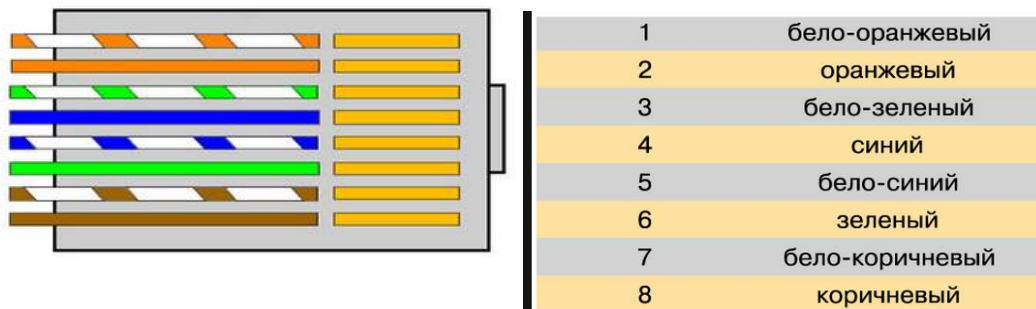

Рисунок 5. Подключение проводов кабеля к разъему (вилке **8P8C(RJ-45)**).
2.3.1 В том случае, если вилка **8P8C(RJ-45)** на кабельный вывод устройства **Commeng ODU-Protect** не установлена, то необходимо установить вилку (см. рис. 5), причем обязательно соединить контакт «экран» с луженой жилой экрана кабеля. Если применяется другой разъем (например, штыревой), то необходимо в любом случае подключить жилу экрана к общей точке оборудования (например, клемме заземления).